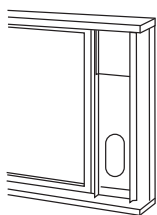

Fig. 14
3. Corte el sello de espuma (tipo adhesivo) a la longitud adecuada y adjúntelo en la parte superior de la ventana. Tal como se muestra en la Fig. 14